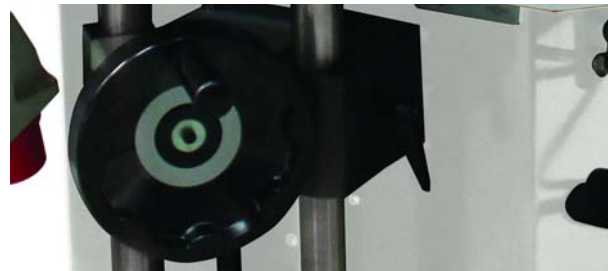

Abb. 5: Tischhöhenverstellung
Schritt 3: Den Tisch mit dem Handrad (Abb. 5) auf die gewünschte Höhe bringen.